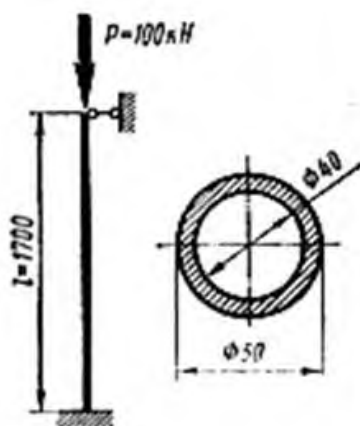

Рисунок 5
**Пример 5.** На рис. 5 показана расчетная схема трубчатой стойки самолетной конструкции. Проверить стойку на устойчивость при  $[n_y] = 2,5$ , если она изготовлена из хромоникелевой стали, для которой  $E = 2,1 \cdot 10^5$  и  $\sigma_{\text{шт}} = 450 \text{ Н/мм}^2$ .